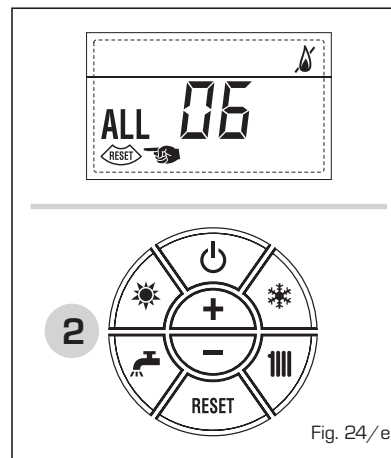

Fig. 24/e
**- ANOMALIA TERMOSTATO SICUREZZA "ALL 07"** (fig. 24/f)